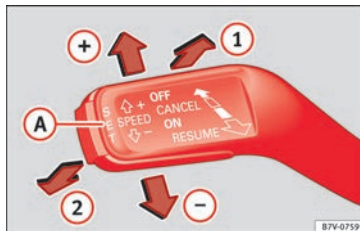

Abb. 46 Links von der Lenksäule: Schalter und Bedienelemente des GRA.
- GRA einschalten: Hebel in Position **ON** **1** » **Abb. 46** ziehen. System wird eingeschaltet, jedoch erfolgt noch keine Regelung, da noch keine Geschwindigkeit gespeichert ist.
- GRA aktivieren: Taste **SET** **A** » **Abb. 46** drücken. Die aktuelle Geschwindigkeit wird gespeichert und geregelt.
- GRA-Regelung vorübergehend abschalten: Hebel bis Position **CANCEL** **2** » **Abb. 46** drücken und loslassen oder Brems- oder Kupplungspedal drücken. Regelung wird vorübergehend abgeschaltet.
1 » **Abb. 46** ziehen und loslassen. Die gespeicherte Geschwindigkeit wird erneut gespeichert und eingestellt.
- GRA abschalten: Den dritten Hebel in die Stellung **OFF** **2** » **Abb. 46** bringen. Das System wird abgeschaltet und die gespeicherte Geschwindigkeit gelöscht.